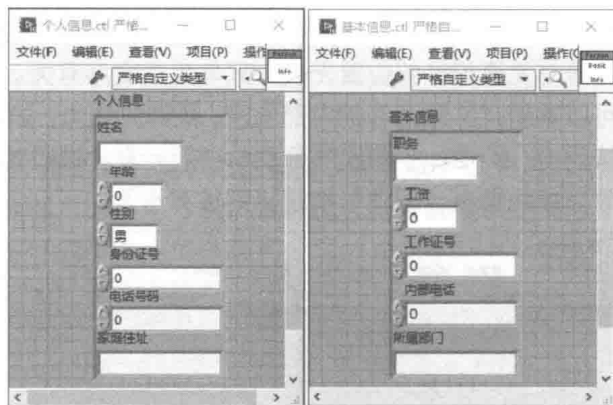

图 1-55 严格自定义类型的簇
step 3 基本信息簇的元素包括职务、所属部门、工资、内部电话等，如图 1-55 所示。
step 4 建立雇员完整信息簇，完整信息簇中包含两个元素，分别为图 1-55 中所示的两个自定义簇。